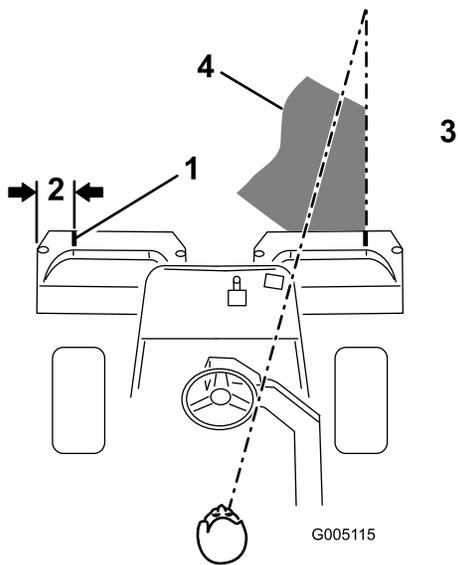
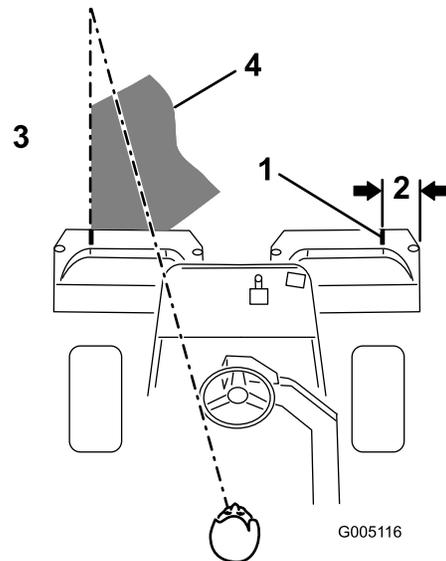

図 29
図 30
3. 行きと帰りでのオーバーラップができるだけ小さくなるように運転します。グリーン内をぶれずにきれいに直進し、刈り込みの済んだ列との距離を一定に保って走るためには、車体前方 1.8 から 3 m のところに視線を置いて、刈り込み済みの済んでいる列にラインを合わせるようにするのがコツです(図 29および図 30)。ハンドルを目印にして距離を合わせても良いでしょう。その場合、ハンドルの縁と本機前方の目標ラインとを重ねて見ながら運転します(図 29と図 30)。